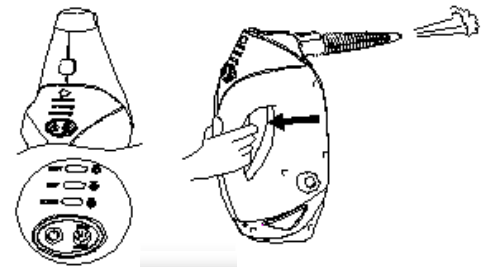

fig.13
- Druk op de aan-/uitschakelaar op de hoofdbehuizing (12); het rode indicatielampje zal na 25 seconden op blauw springen. Druk op de stoomknop om te wisselen tussen de modi STOF, DWEIL en SCHROBBEN. U kunt de stoommodus veranderen met de handreiniger in zowel stand-by als bedrijfsmodus. Houd de stoomschakelaar ingedrukt om stoom te spuiten. (fig.13)